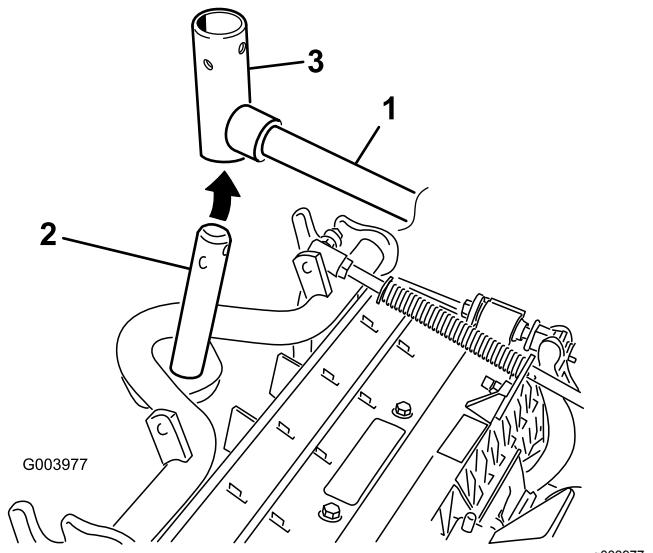

Figure 10
8. Pour les unités de coupe avant, poussez une unité de coupe sous le bras de levage tout en insérant l'arbre du bâti porteur dans la chape de pivot du bras de levage (Figure 10).
- B. Insérez la chape du bras de levage sur l'arbre du bâti porteur (Figure 10).